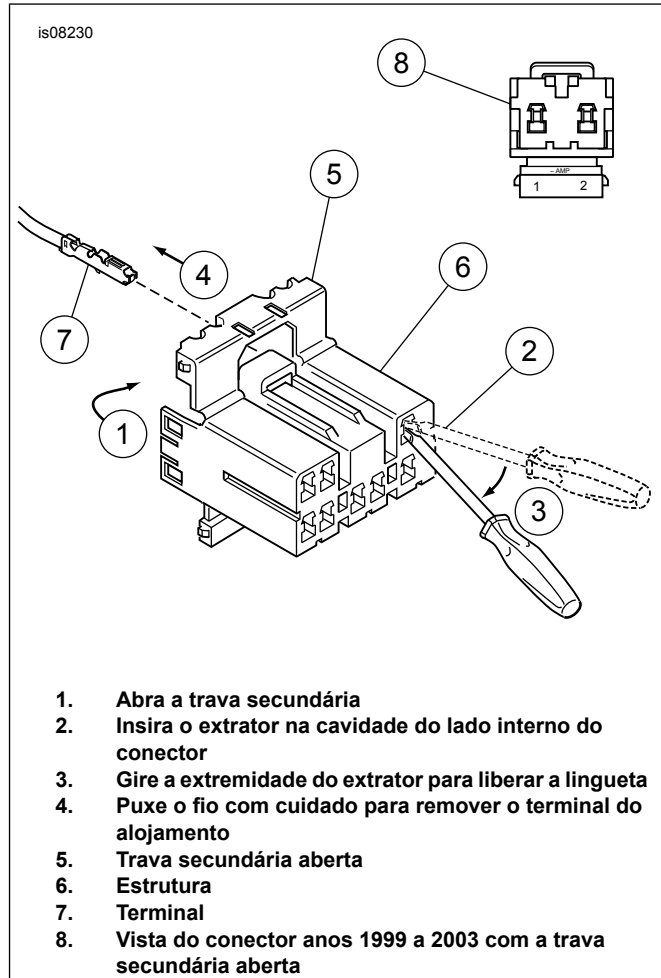

Figura 8. Conectores elétricos amp multilock
Veja Figura 8. **Os modelos anos 1996 a 1998 têm um conector amp multilock de 8 pinos localizado sob o assento. Os modelos 1999 a 2003 têm um conector amp multilock de 2 pinos localizado sob a lente da lanterna traseira.**
3. Veja Figura 8. **Nos modelos anos 1999 a 2003**, é necessário remover a lente da lanterna traseira para acessar o conector amp multilock. **No caso de modelos anos 1996 a 1998** com conectores amp multilock, consulte o Manual de serviço para remover o conector do dispositivo de fixação.